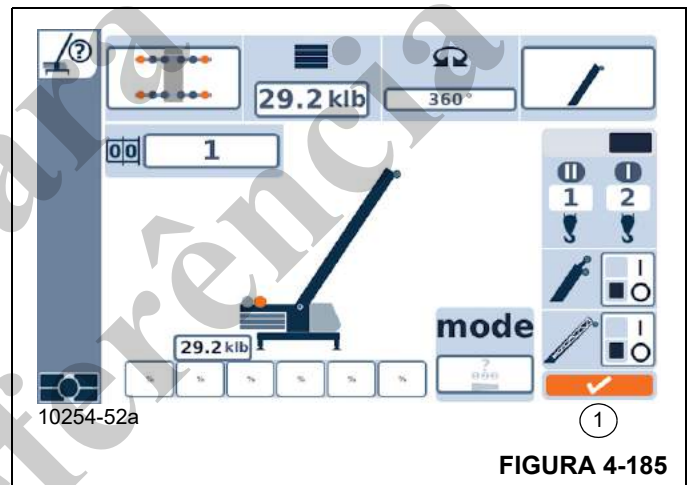

FIGURA 4-185
- Selecione o símbolo (1, Figura 4-185).